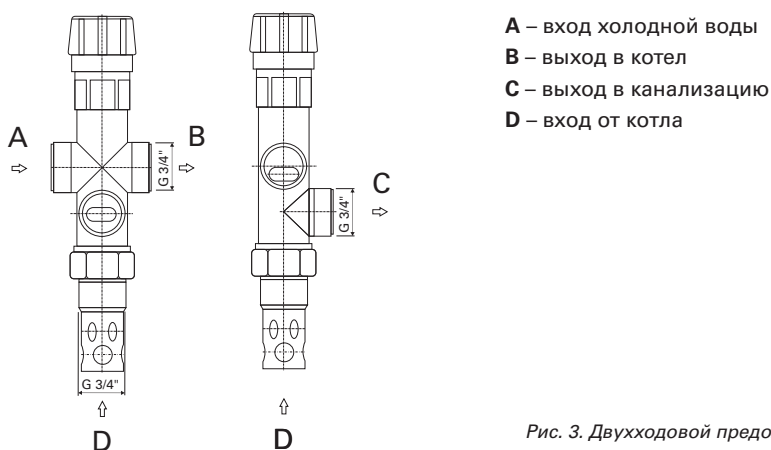
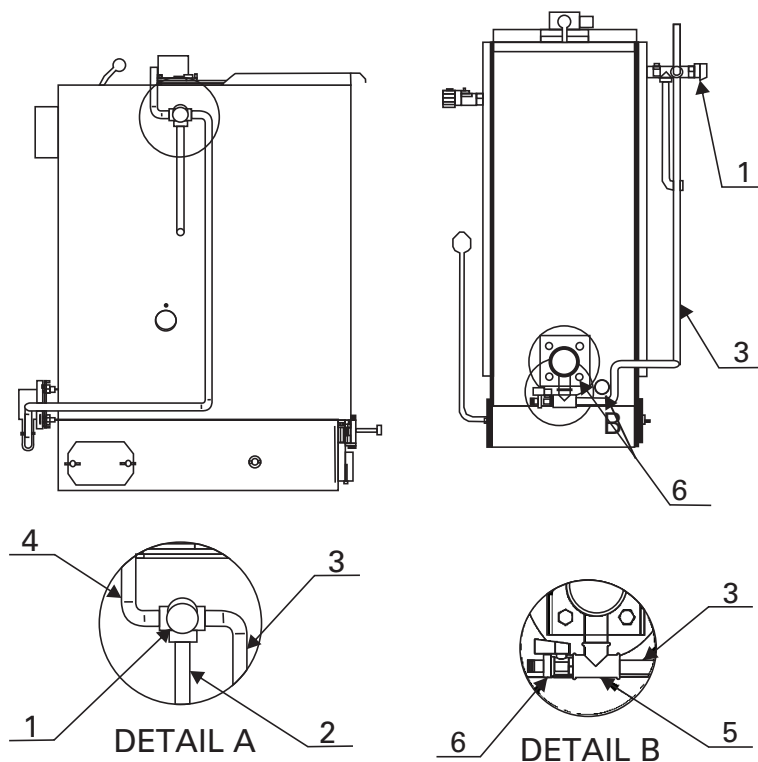

Рис. 3. Двухходовой предохранительный клапан DBV 1
Рис. 4. Присоединение DBV 1 к котлу PRIMTEK D
Установку может производить только профессионально подготовленный специалист. Для надлежащего функционирования термостатического двухходового предохранительного клапана при его монтаже необходимо соблюдать установленные требования, а также учесть обозначение направления потока, обозначенного на корпусе клапана. Предохранительный клапан всегда устанавливается непосредственно на котел: либо в левой верхней части котла, либо на выходном трубопроводе котла. При установке клапана необходимо проконтролировать, чтобы при монтаже на штуцер 3/4" было обеспечено полное погружение термостатического элемента клапана. После установки клапана на штуцер «С» (рис. 3) присоединяется отводящий трубопровод, по которому горячая вода будет сливаться из котла в канализацию. В месте «А» (рис. 3 и 4) подсоединяется вход охлаждающей воды, которая, после включения клапана в работу, обеспечит охлаждение котла. На входе охлаждающей воды должен быть установлен фильтр для задержания механических загрязнений. К штуцеру «В» (рис. 3) присоединяется трубопровод, который подключается обратно к системе отопления (рис. 4).
Клапан должен быть установлен в соответствии с рис. 4, т.е. выход «С» (выход в канализацию) должен быть направлен вниз.
3. Установить сливной кран (поз. 18 на рис. 2) на ввод отопительной воды таким образом, чтобы штуцер был направлен к полу. В случае если к котлу монтируется двухходовой предохранительный клапан DBV 1, то на штуцер необходимо установить тройник (см. рис. 4), на который навинчивается сливной кран и подвод воды от предохранительного клапана.